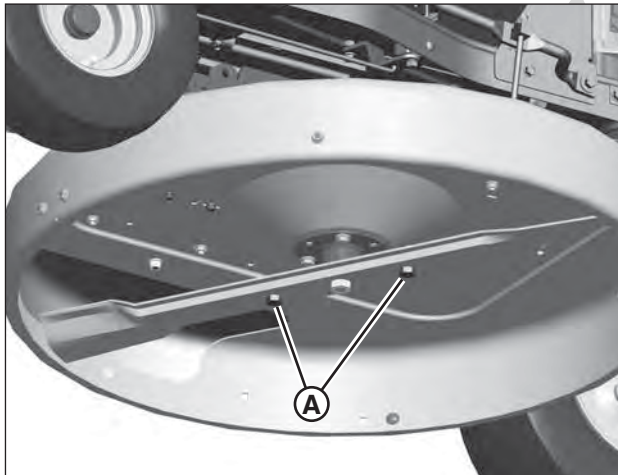

Figure 27: Vérifier le couple de serrage de boulon de montage de lame
1. Vérifier le couple de serrage des boulons de montage de lame (A, Figure 27). Au besoin, serrer de 30 à 40 pi-lb.